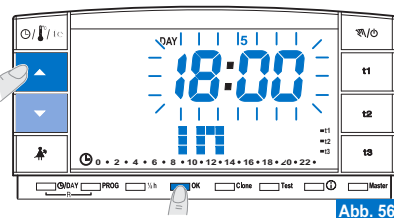

Abb. 56
- Auf dem Display erscheint (blinkend) die Stunden, in der die Zählung enden soll (rückkehr in die Wohnung); stellen Sie mit den Tasten ▲▼ die gewünschte Stunde ein; bestätigen Sie die Einstellung mit der OK-Taste (Abb. 56 auf der nächsten Seite).
- Nach Abschluss der Dateneingabe und Bestätigung mit der **OK**-Taste (Beispiel in Abb. 56) können auf dem Display **zwei verschiedene Anzeigen** erscheinen (in Abhängigkeit der eingegebenen Daten).
- Bei Drücken der **OK**-Taste (Beispiel in Abb. 56) beginnt die Raumthermostatur den Countdown, und das Programm behält die eingestellte Temperatur **t3** Abwesenheit (Werkseinstellung: 5°C im Modus "Winter" und 33°C im Modus "Sommer"; diese können beide programmiert werden, wie im Abschnitt 5.6 erläutert) bis zum Ablauf der programmierten Stunden bei, und auf dem Display werden die Anzahl der noch verbleibenden Stunden bis zum Programmende sowie die Meldung **HOLIDAY** angezeigt (Beispiel in Abb. 57).
- Bei Drücken der **OK**-Taste (Beispiel in Abb. 56) kehrt die Raumthermostatur zu dem Programm zurück, das vor Programmierung des Programms **P 04** aktiv war, und sie behält dieses solange bei, bis letzteres gestartet wird.